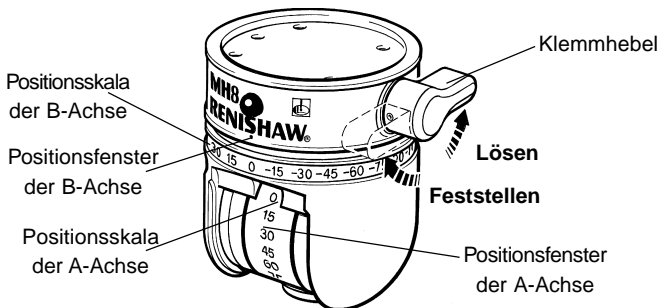

Abbildung 4 – Benutzung des Klemmhebels
- Positionieren des Tastkopfes (siehe Abbildung 4):